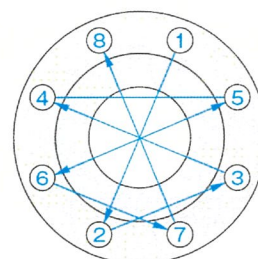

図1. 対角締め手順
- ① 図1のように、対角位置にあるボルトを順番に締め付ける。
- ② 締付トルクは段階的に増加させ、（例えば目標締付トルクの10% → 20% → 60% → 100%）均等に締め付ける。
- ③ フランジ面間の・間をノギスなどで対角に4箇所測定し、片締めしていないか確認する。